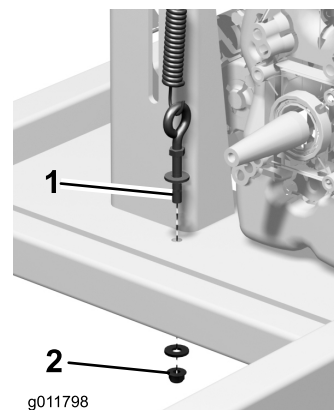

Figura 56
- A. Afloje la tuerca inferior del perno de ojal y desplácela hasta el extremo del perno (Figura 56).